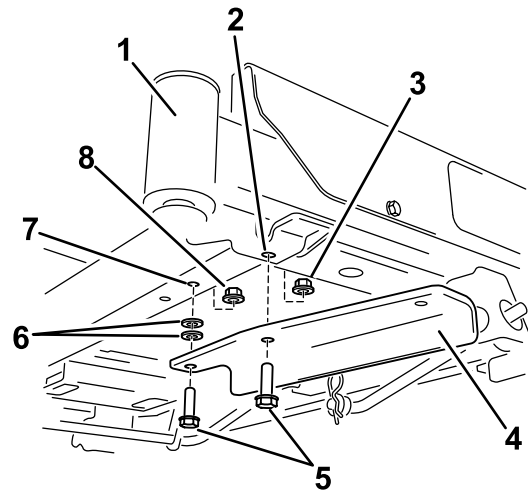

Figura 6
- Per le macchine non dotate di pedale di sollevamento assistito, assicurate la staffa mediante 2 bulloni ($\frac{3}{8}$ " x $1\frac{1}{4}$ " 2 rondelle e 2 dadi di bloccaggio ($\frac{3}{8}$ " (**Figura 6**).